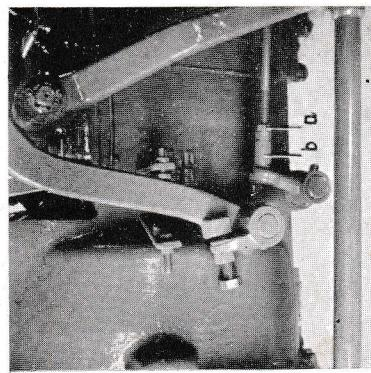

Abb.: 5
**Fußgestänge:** (Abb. 5). Zur Einstellung der Fußbremse hebe man den Schlepper hinten an, so daß sich die Hinterräder frei drehen lassen. Löse die Gegenmutter a an den Endstücken b und schraube beide Endstücke soweit ein, daß die Bremsen gerade fassen, dann wieder soweit zurück, daß sie eben frei gehen und sichere die Endstücke in dieser Stellung durch Anziehen der Gegenmutter. Verfahren auf beiden Seiten ganz gleichmäßig, damit die Bremsen später nicht einseitig wirken.